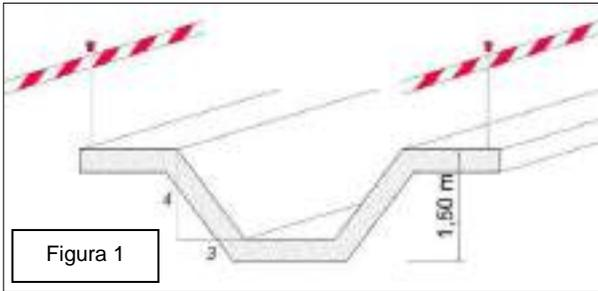

Figura 1
- Durante l'avanzamento dello scavo, si dovrà segnalare lo scavo mediante un nastro biancorosso; Il nastro dovrà essere posizionato ad almeno 1,0 metri dal ciglio dello scavo e potrà essere rimosso solo a seguito della completa chiusura dello scavo stesso (Figura 1).
- I viottoli e le scale con gradini ricavati nel terreno (o nella roccia) devono essere provvisti di parapetto nei tratti prospicienti il vuoto quando il dislivello superi i 50 cm; le alzate dei gradini ricavati in terreno friabile devono essere sostenute, ove occorra, con tavole e paletti robusti (Cfr. Figura 1).